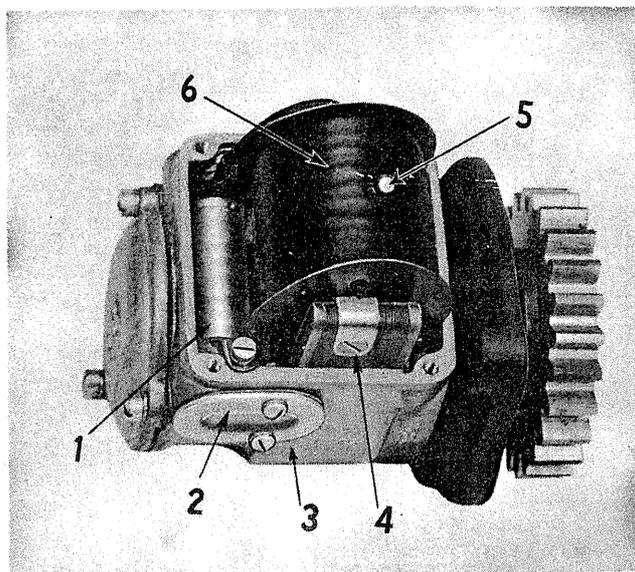

FIGURE 117 - MAGNETO H-1 DONT ON A ENLEVE LE COUVERCLE
Le condensateur (1) figure 117 est identique à celui qui équipe les magnétos H-4. Il se démonte et se vérifie suivant le processus déjà indiqué. Toutes les magnétos H-I comportent un couvercle amovible (3) du côté opposé à la connexion de la borne du fil de masse. Retirez la vis de borne et la rondelle en bakélite extérieure. Retirez la vis (2) du collier de condensateur et le couvercle (3). Les fils primaires peuvent alors se débrancher du condensateur. Faites glisser le condensateur à travers l'orifice du couvercle latéral.